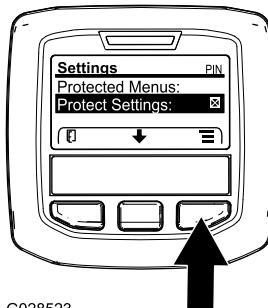

Figura 28
1. Acceda al menú protegido y desbloquee el submenú de configuración protegido (Figura 28); consulte Acceso a los menús protegidos \(página 17\).